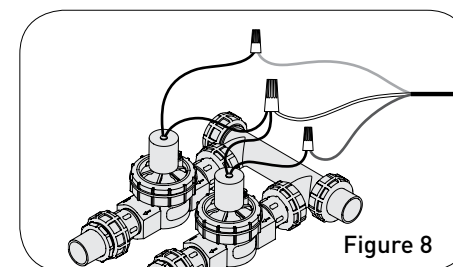

Figure 8
- Saisissez le second fil de chaque vanne et le fil neutre blanc de la minuterie et tordez-les dans connecteur de fils (figure 8).